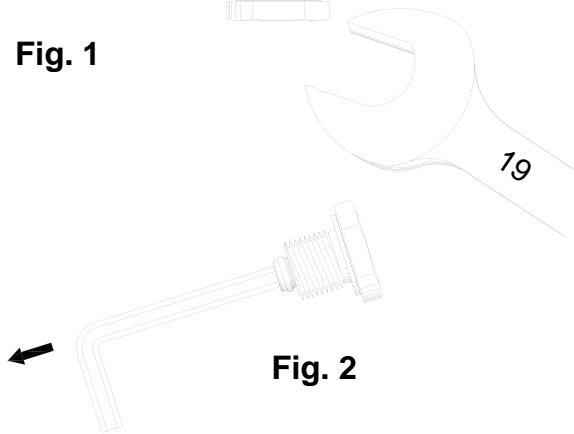

Fig. 2
- b) Im Inneren des Rücklaufstopfens befindet sich die Bypass-Schraube (Fig.2). Nehmen Sie sie mit einem 4 mm Innensechskantschlüssel heraus.